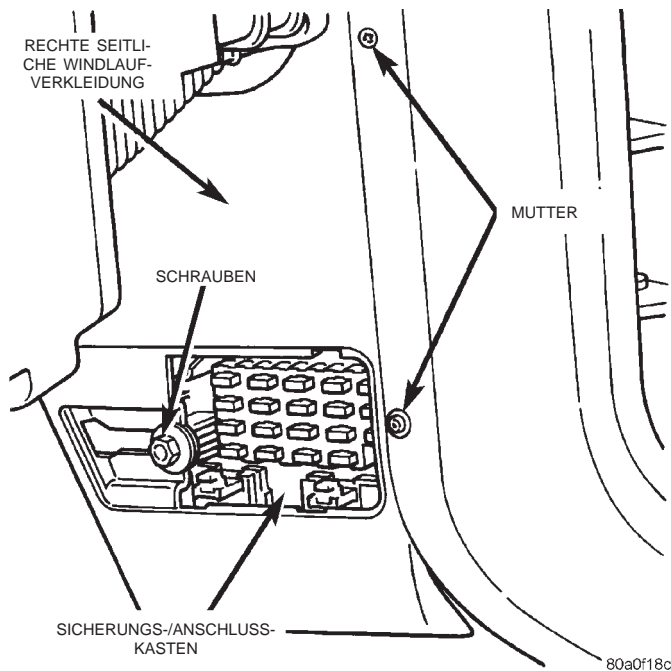

Abb. 20 Rechte seitliche Windlaufverkleidung aus- und einbauen
(7) Die Spreizmutter lösen, mit der die rechte seitliche Windlaufverkleidung am Stehbolzen des Sicherungs-/Anschlußkastens befestigt ist (Abb. 20).